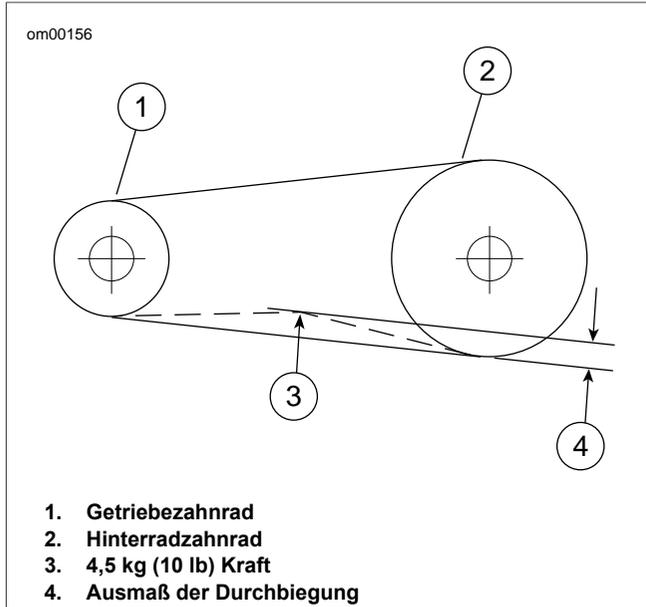

Abbildung 31. Riemendurchbiegung überprüfen
- b. **Alle anderen Modelle:** Siehe Abbildung 31. Bei stillgehaltenem Messgerät Riemendurchbiegung (4) messen.